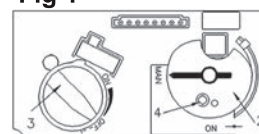
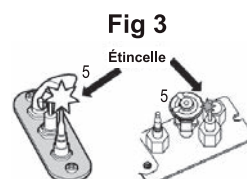

Fig 2
Fig 3
2. **POUR COUPER L'ALIMENTATION DE GAZ**, éteignez la soupape en pressant sur le bouton OFF (point rouge) sur la manette de télécommande (1).
- Attendez cinq (5) minutes pour laisser échapper tout le gaz. Vérifiez autour de l'appareil et près du plancher s'il y a une odeur de gaz. Si c'est le cas, **ARRÊTEZ!** Passez à l'étape B des mesures de sécurité ci-dessus. S'il n'y a pas d'odeur de gaz, passez à l'étape suivante.
3. **ALLUMAGE AUTOMATIQUE.** Repérez la veilleuse (fig. 3) dans la boîte de foyer.
- Mettez le bouton MAN (2) en position ON; réglez le bouton d'admission du gaz (3) au réglage le plus bas (☺).
- Sur la télécommande, appuyez en même temps sur les boutons 'OFF' et  (grande flamme); un court signal sonore indique que l'allumage commence. D'autres signaux sonores indiquent que l'allumage est en cours. Quand la veilleuse est allumée, le bouton des flammes (3) tournera automatiquement au réglage le plus haut. Appuyez sur  (petite flamme) sur la télécommande pour réduire la hauteur des flammes.
4. **ALLUMAGE MANUEL (fig. 2) :** Avec la fenêtre enlevée, repérez la veilleuse (fig. 3) dans la boîte de foyer.
- Bouton MAN (2) en position MAN;
- Réglez le bouton du gaz (3) en position la plus basse (☺);
- Avec une pointe comme un stylo, pressez le centre métallique (4) pour établir l'apport de gaz à la veilleuse;
- Toujours en pressant le centre métallique (4), allumez la veilleuse (5) avec une allumette. Continuez de pressez le centre métallique (4) pour environ 10 secondes; relâchez et la veilleuse restera allumée.
- Si la veilleuse ne reste pas allumée après plusieurs essais, tournez le bouton du gaz (3) à "OFF" (☺) et appelez votre agent de service ou votre fournisseur de gaz.
- Remplacez la fenêtre et mettez le bouton MAN (2) à ON; tournez le bouton du gaz (3) vers le haut (☺) le bas (☺) ou utilisez les boutons de flammes () () sur la télécommande pour les régler.